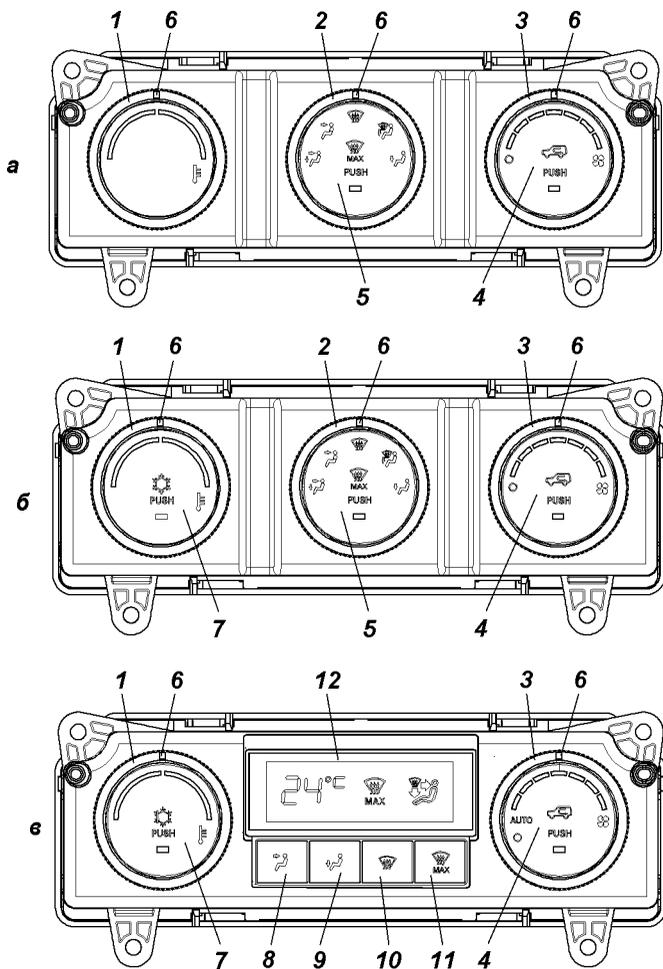

Рис. 3.21. Пульт управления отопителем:
## Панель управления (рис. 3.21)
### **2 -поворотный переключатель распределения потоков воздуха** (рис. 3.21 а, б).
Положение "Auto" (рис. 3.21в): для достижения желаемой температуры система будет управляться автоматически.
### **4 -кнопочный переключатель режима "приточный воздух-рециркуляция" (рис. 3.21) со световым индикатором.**
### **7 -кнопочный переключатель режима кондиционирования** (рис. 3.21 б,в) со световым индикатором.
Приточная вентиляция салона осуществляется по тем же каналам, при крайнем левом положении рукоятки 1(рис. 3.21). Вытяжная вентиляция осуществляется за счет отверстий в задней обивке крышки и внутренней панели проема двери
#### Режимы работы пульта (рис. 3.21)
При вращении ручки вентилятора 3 (рис. 3.21) в пределах делений 1 и 8, система включается на ручную регулировку, и скорость вентилятора повышается на одно деление вверх и вниз в пределах делений.
В этом режиме пульт переводит заслонку воздухораспределения в положение «На стекло», заслонку подмешивания в положение, соответствующее 8-мой позиции переключателя 1 (рис. 3.21). Вращение вентилятора при этом происходит со скоростью, соответствующей 8-мой позиции переключателя 3. В данном режиме работы пульт не реагирует на изменения положений поворотных переключателей.
**Режим "АУТО"** включается выключателем 3 (рис. 3.21 в) в положении «АУТО».
В этом режиме пульт осуществляет управление заслонкой подмешивания так, что выставленная поворотным переключателем 1 (рис. 3.21 в) температура поддерживается автоматически. При этом можно вручную (кнопками режимов 8, 9, 10) задать нужное распределение потоков воздуха.
Включение кондиционера производится нажатием кнопки 7 (рис. 3.21 б,в).
**ВНИМАНИЕ!** При длительной работе кондиционера на холостом ходу двигателя и при движении в тяжелых условиях с нагрузкой на двигатель близкой к максимальной, с целью исключения перегрева двигателя, возможны частые отключения компрессора кондиционера со снижением эффективности охлаждения салона. Для повышения эффективности работы кондиционера при данных условиях эксплуатации, рекомендуется увеличить скорость вращения вентилятора климатической установки поворотом переключателя 3 (рис. 3.21) и установить минимальную температуру воздуха поворотом переключателя 1, дополнительно включить режим "рециркуляции воздуха" на не продолжительное время 5-10 минут.